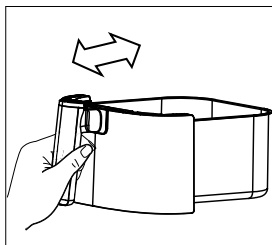
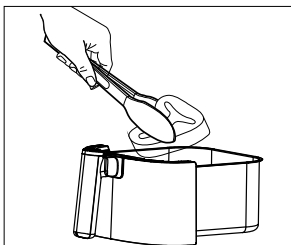

Fig. 4
Fig. 5
- ▶ Pour des résultats de cuisson optimaux, secouez la cuve (8) (fig. 4) ou retournez les aliments (fig. 5) pendant la cuisson, en particulier si les aliments se chevauchent.